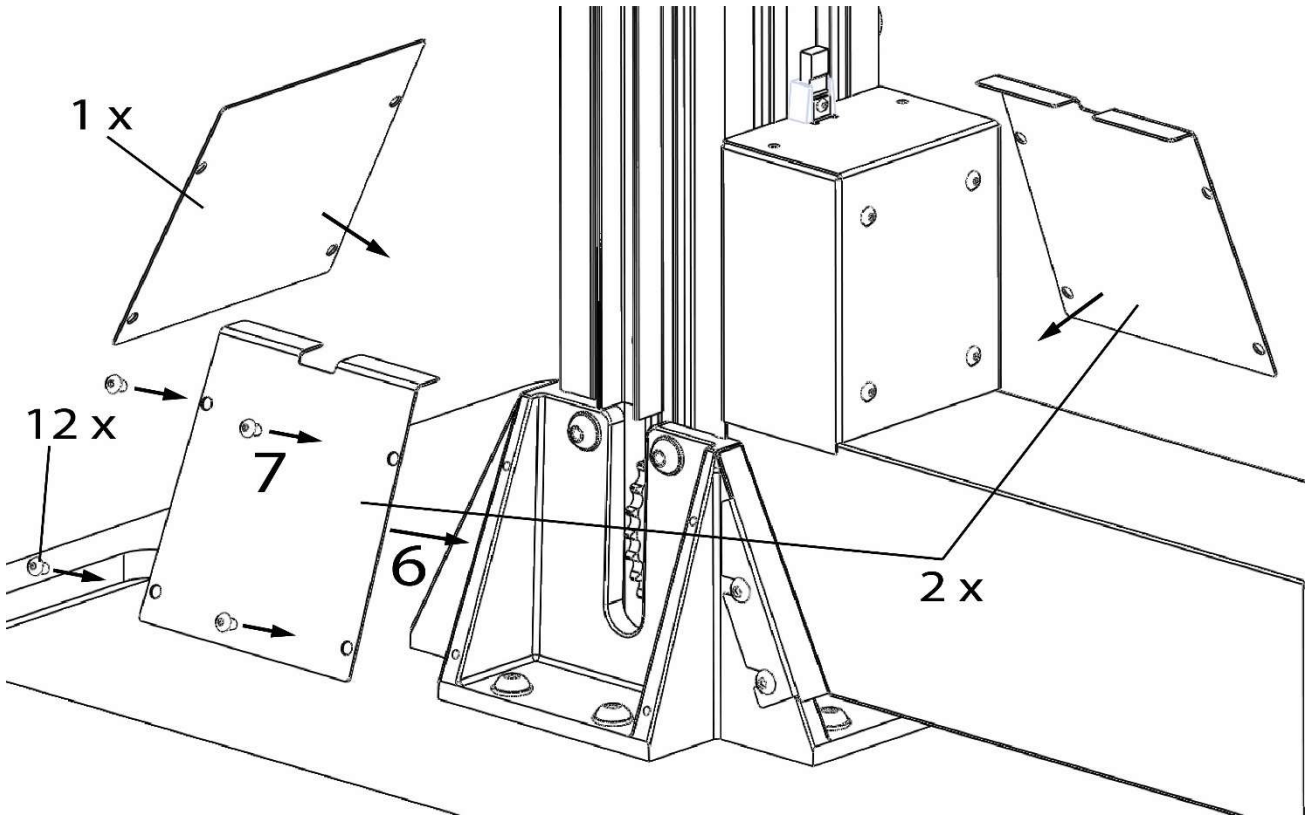

Figura 6: Coperture e alimentazione
11. Installare i carter anteriori/posteriori e laterali con viti M4 (figura 6).